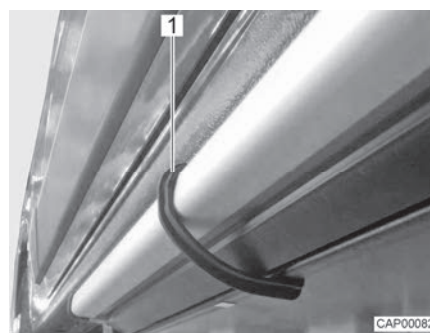

Fig. 9 Graffa di supporto (scalino di ingresso)
- Assicurare lo scalino di ingresso in modo che non possa scivolare fuori utilizzando le graffe di supporto (Fig. 9,1) fornite in dotazione.